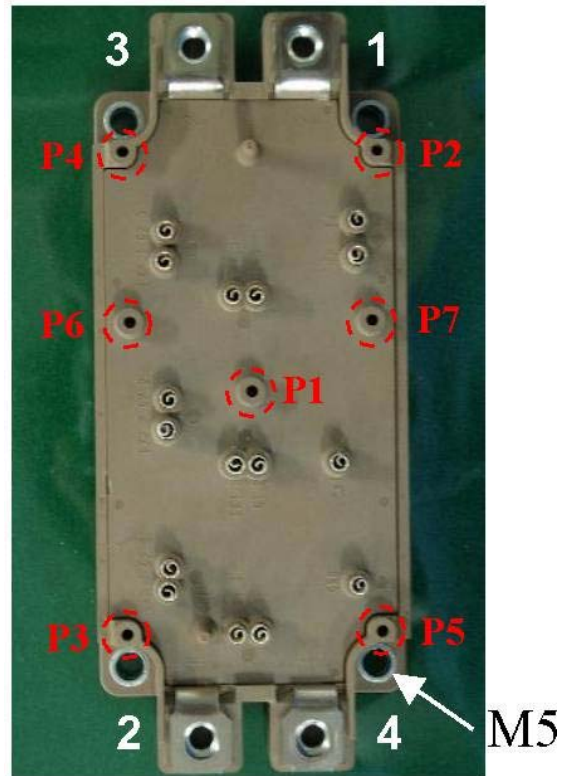

Fig.1 Mounting holes 1-4 in M260 modules
- 仮締めは最終締め付けトルクに対して 1/3 のトルクで図 1 の(1)から(4)の順で取り付けてください。
- 図 1 に示した P1 から P7 を M2.6 のセルフタッピングネジで実装する場合の最小トルクは 0.4Nm、最大トルク 0.6Nm となります。
- 仮締めは最終締め付けトルクに対して 1/3 のトルクで図 1 の P1-P2-P3-P4-P5-P6-P7 の順で取り付けてください。
- 本締めは規定トルクである 0.4~0.6Nm で図 1 の P1-P2-P3-P4-P5-P6-P7 の順で取り付けてください。
(a) 図 1 に示した P1, P6 と P7 の PCB 取り付け用穴(3 点)
(b) 図 1 に示した P2, P3, P4, P5 の PCB 取り付け用穴